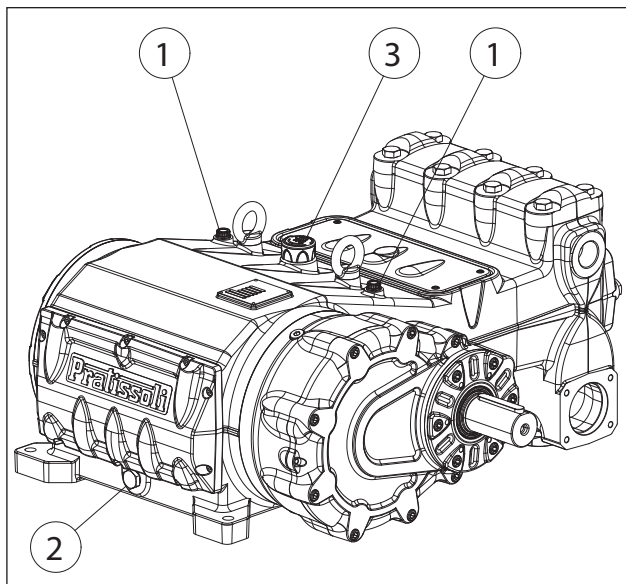

Fig. 3
Controllare il livello dell'olio tramite le apposite aste livello olio dotate di tacche di minimo e massimo ①, Fig. 3.
Se necessario rabboccare dal tappo olio ③, Fig. 3.
Il controllo corretto del livello dell'olio si esegue con la pompa a temperatura ambiente, il cambio dell'olio va eseguito con pompa a temperatura di lavoro rimuovendo il tappo pos. ②, Fig. 3..